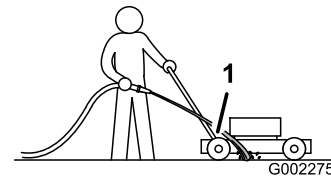

Figura 21
3. Sujete la manguera a la altura del manillar y dirija el agua para que fluya sobre el suelo justo por delante de la rueda trasera derecha (Figura 21).